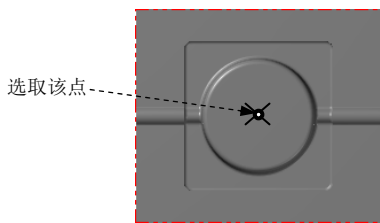
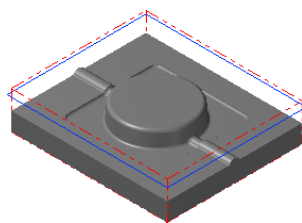

图 12.4 定义基准点
图 12.5 绘制矩形边界
Step1. 绘制矩形边界。单击顶视图 按钮, 选择下拉菜单 **绘图(C)** → **矩形(R)...** 命令, 系统弹出“矩形”工具栏。在“矩形”工具栏中确认 按钮被按下, 选取图 12.4 所示的坐标原点, 然后在 后的文本框中输入值 150, 在 后的文本框中输入值 130, 按 Enter 键。单击 按钮, 完成矩形边界的绘制, 结果如图 12.5 所示。